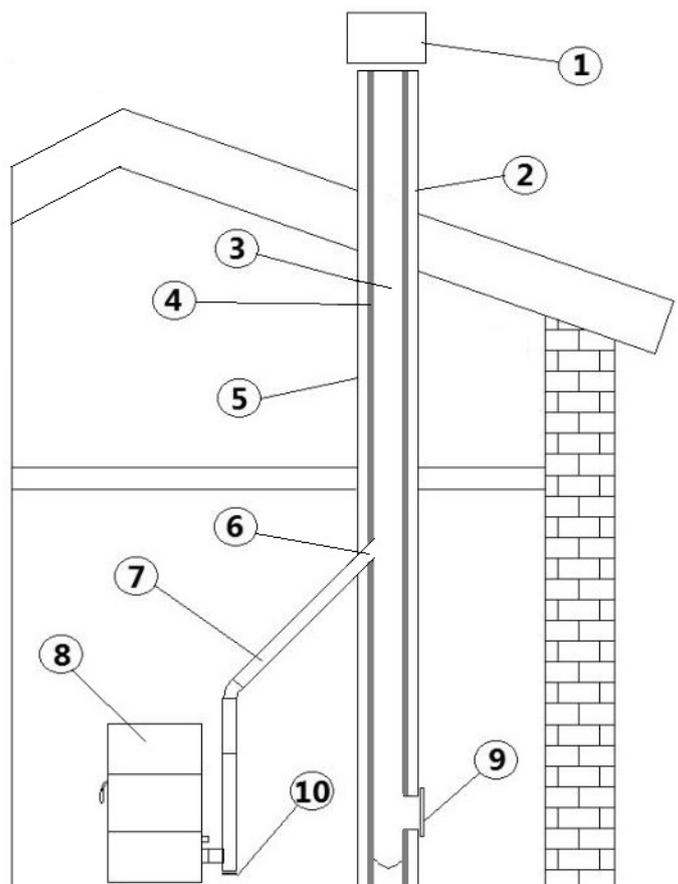

Fig. 3 - Composants de cheminée
La longueur ou hauteur du conduit de fumée (3) fait partie des caractéristiques techniques du conduit qui sont expliquées dans le chapitre **CARACTÉRISTIQUES TECHNIQUES DU CONDUIT DE FUMÉES** a pag. 7. Cette longueur se mesure en mètres entre la sortie de fumée du poêle et le terminal (point 1 sur Fig. 3 ci-dessous).
LÉGENDE	Fig. 3